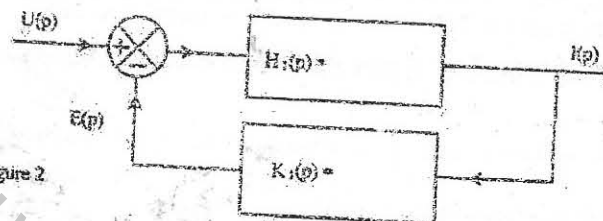

Figure 2
1.2.2. Déduire de la question précédente les expressions des transmittances $H_1(p)$ et $K_1(p)$ de la figure 2, en les inscrivant dans les blocs correspondants.